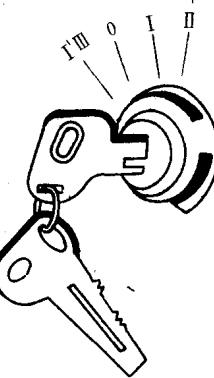

图 1-7 点火开关
1. 点火开关 位于仪表板中部,主要用来接通或切断起动机,点火和电器线路有四个位置(图 1-7):